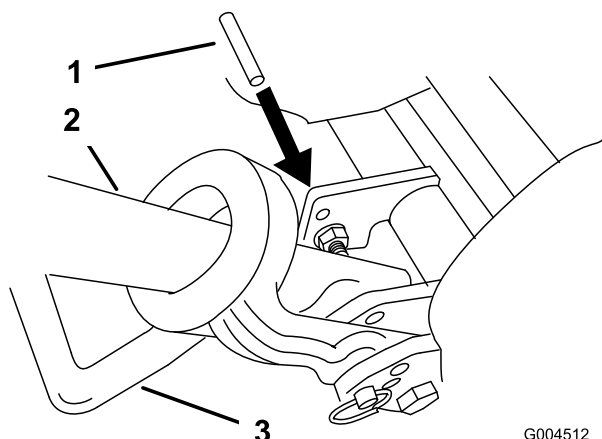

図 46
2. キック・スタンドを立てる。キック・スタンド取り付けボルトの上にあるフレームの穴に、6 mm 径のピン（図 46）を差し込む。